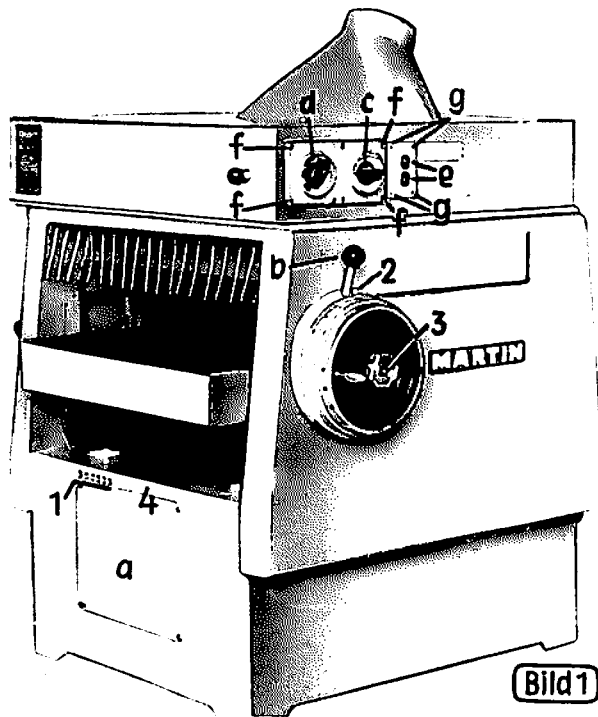

Bild 1
- 1 (Bild 1) Wöchentlich in alle 6 Ölnippel einige Stöße mit der Ölpresse. Dabei muß der Dickentisch einmal ganz nach oben und einmal ganz nach unten gestellt werden.
- 4 " Wöchentlich Deckel a (Bild 1) abschrauben und einige Tropfen Öl auf die Ketten auftragen.
- 2.) Abdeckung (A Bild 1) abschrauben.